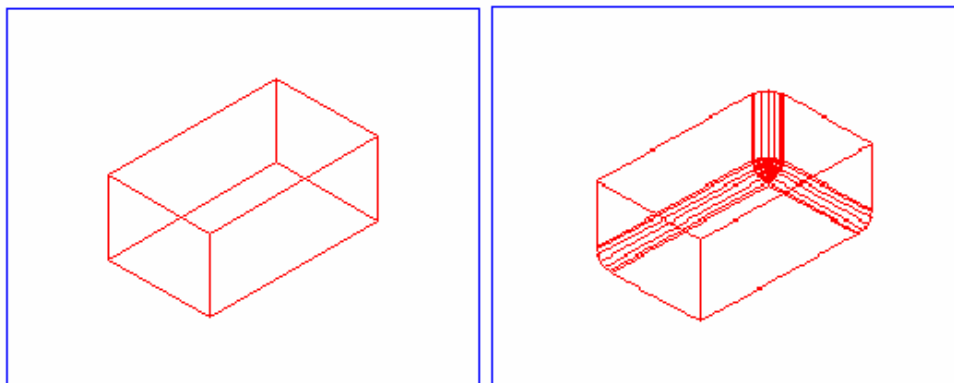

Рисунок 29 - К заданию 3.2.6
3.2.6 Создать трехмерный объект и построить сопряжение (скругление) граней с радиусом 20 (рисунок 29).